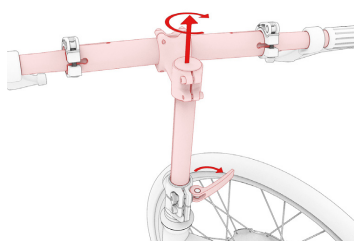
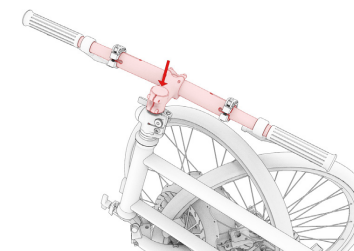

Fig. 2.8
Fig. 2.9
- ⑦ Ouvrez l'attache rapide de la potence du cintre, tirez le cintre à fond et tournez-le de 90 degrés dans le sens des aiguilles d'une montre (Fig. 2.8). Maintenant, abaissez complètement le guidon et fermez le dispositif de blocage rapide de la potence (Fig. 2.9).